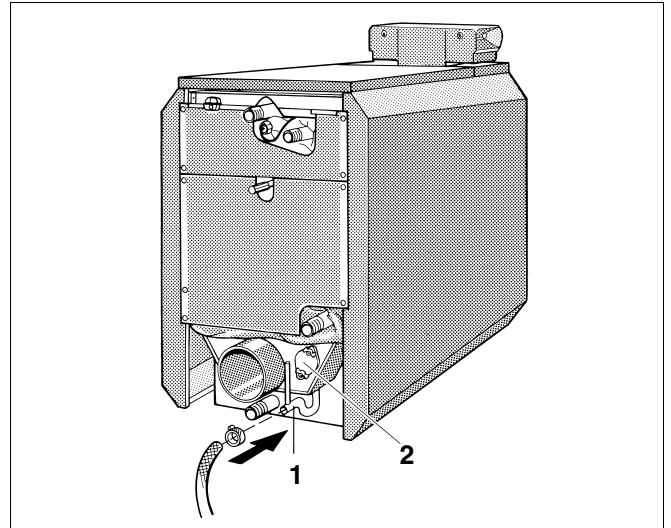

Fig. 28 Fastgørelse af afløbsslangen
- Fastgør afløbsslangen til kondensatudløbet (vandlåsen, fig. 28, **pos. 1**) med et spændebånd.
Vi anbefaler at bruge højtryksrensere til vådrengøring. Løst snavs fra rengøringen må ikke ledes i neutralisationsenheden. Kondensatudløbet AKO må ikke tilstoppes ved rengøringen (se fig. 28, side 23).
- Kontrollér og rengør eventuelt røggassen og kondensatudløbet gennem renseåbningen, se fig. 28, side 23.
6	Skru afløbsslangen til neutralisationen (kondensatudløbet) af (fig. 28, side 23)
9	Skyl kondensatudløbet (vandlåsen) igennem (fig. 28, side 23)